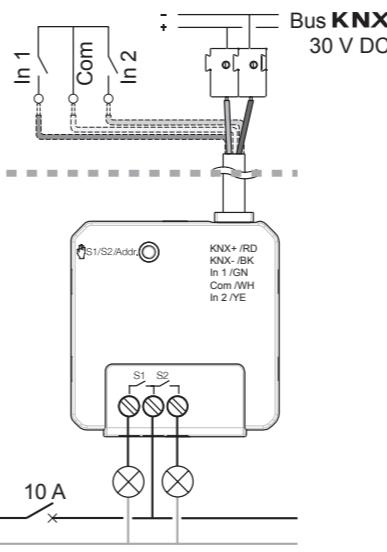

Figura 3: collegamento di carichi di commutazione
■ Collegare i carichi (figura 3/4) ai morsetti di collegamento carico (2).